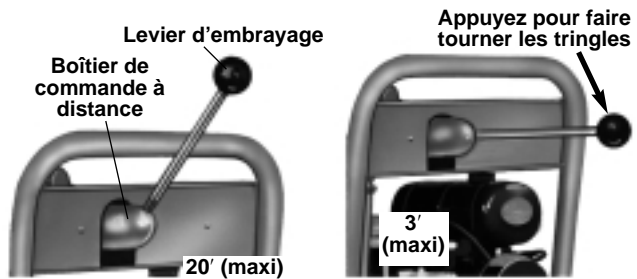

Figure 9 – Levier d'embrayage monté sur le boîtier de commande à distance
6. Vissez le levier d'embrayage sur le boîtier de commande à distance (Figure 9).
2. Appuyez fermement sur le levier d'embrayage afin de maintenir la pression et faire tourner les tringles (Figure 9).